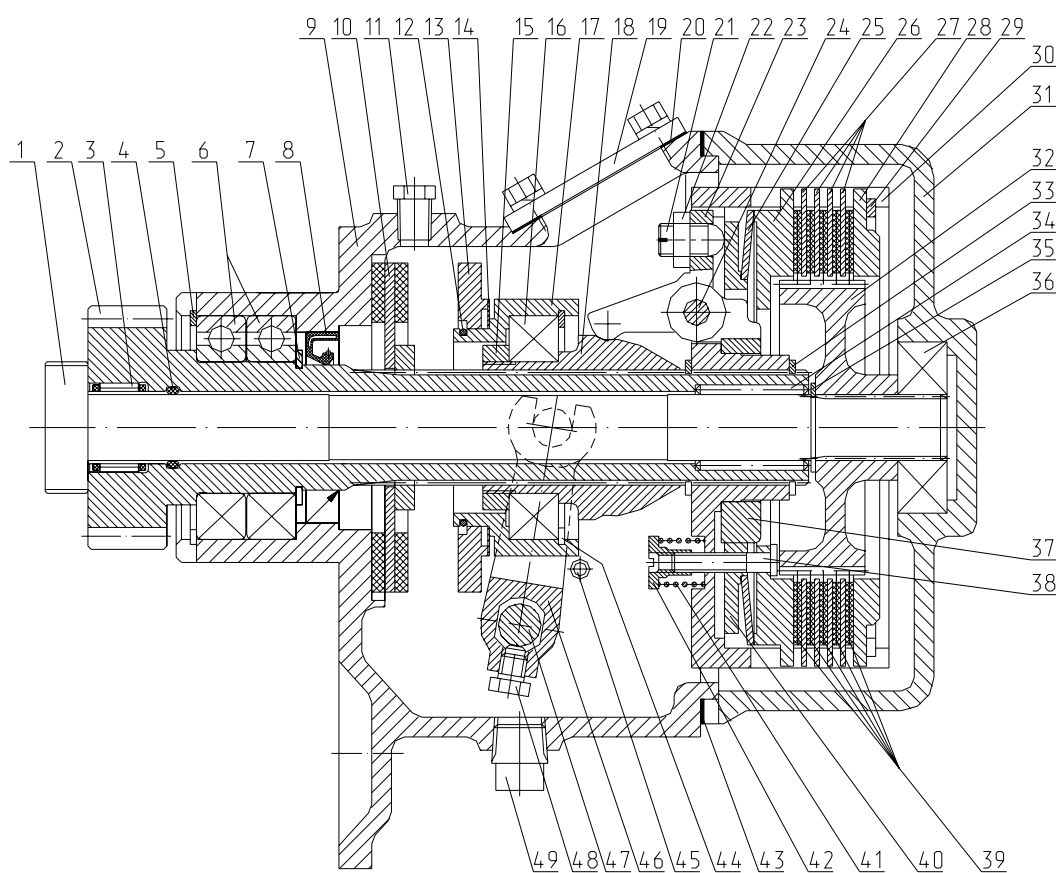

Рис. 2 Муфта привода ВОМ
Фрикционная муфта привода (рис. 2) состоит из ведущего барабана 32, установленного на шлицах ведущего вала 1, 5-ти ведущих дисков 39, 4-х ведомых дисков 27, упорного диска 40 и нажимного диска 26. Пакет дисков сжимается тарельчатой пружиной 25.
В процессе эксплуатации трактора за счет износа фрикционных накладок ведущих дисков может наступить буксование муфты. Поэтому в процессе эксплуатации, а также после разборки-сборки необходимо проводить регулировку положения отжимных рычагов 23 (рис. 2).
- отверните заливную 11, контрольную 45 и сливную 49 пробки рис.2;
Регулировку производите в следующей последовательности рис.2: